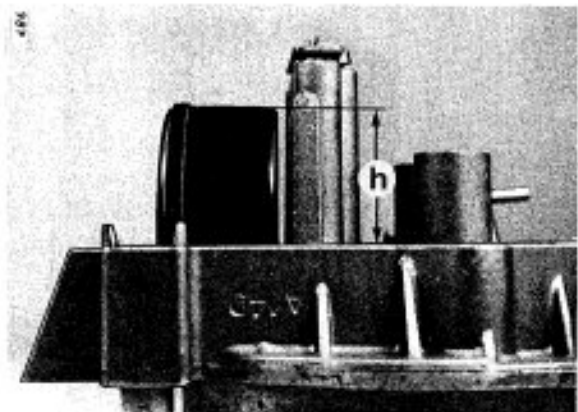
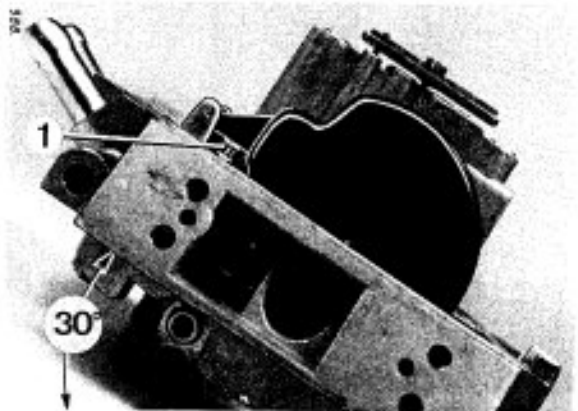

Bild 38
Bild 38a
4. SCHWIMMER / NIVEAU (Bild 38, 38 a)
Das Kraftstoffniveau ist nicht einstellbar. Es ergibt sich durch die Verwendung eines einwandfreien Schwimmers. Bei einer Grundüberholung ist das Schwimmergewicht sowie die Höhe „h“ (Bild 38) bei einer Schräglage von 30° des Vergaserdeckels (Bild 38a) zu prüfen.